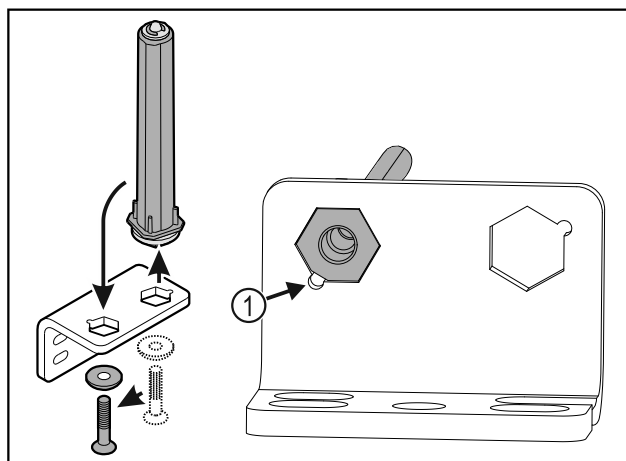

Fig. 33
- ▶ Atkreipkite dėmesį į tai, kad įstatant nuožulni kaiščio pusę Fig. 33 (1) nukreipta į apvalią skylę.